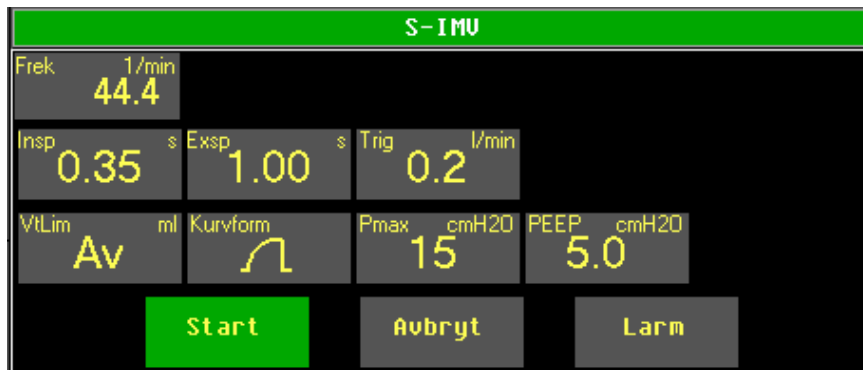

Fig. 59: Snabbmeny för S-IMV-ventilation
- En snabbmeny visas som listar alla parametrar som behövs för ventilation (se Fig. 59). Ändra ett värde genom att välja det med vrid-/tryckknappen. Det valda fältet lyser grönt.